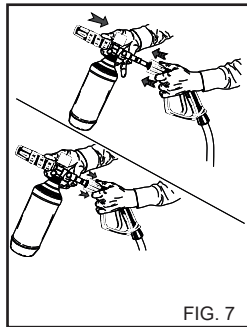

FIG. 7
2) Выньте удлинитель из ручки и вставьте распылитель моющего средства, (fig.7), включите аппарат и нанесите моющее средство на промываемую поверхность, работая снизу вверх. В модели с всасыванием моющего средства, ключите управление всасыванием, расположенное на пистолете, (fig. 8). Оставьте моющее средство на несколько минут для воздействия моющего средства.